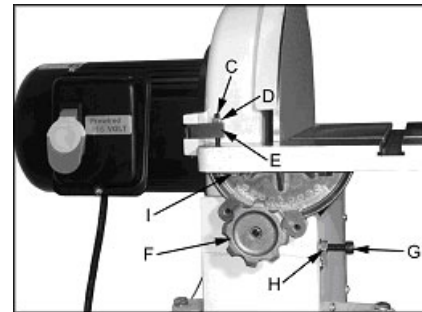

Рис. 9
Вставьте винт упора 90° (C, рис. 9) и закрутите его гайкой (D).